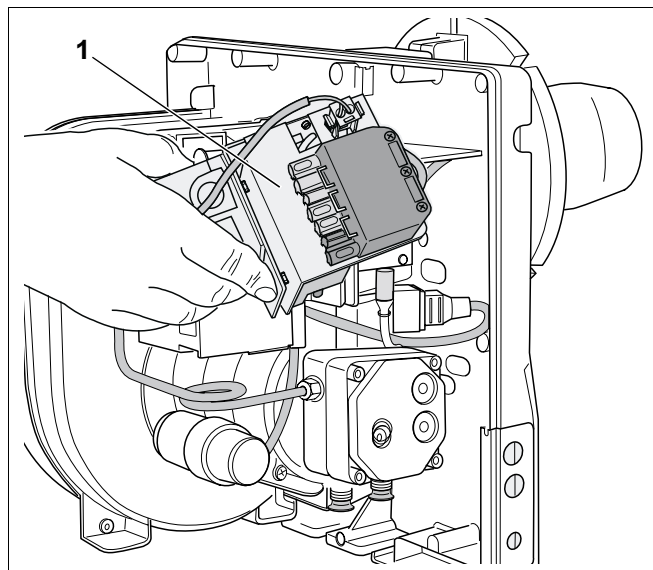

Рис. 15 Демонтаж блока управления
- Снять блок управления (рис. 15, поз. 1), при необходимости отсоединить кабель для розжига.